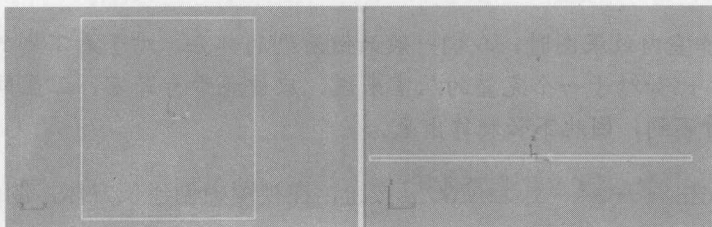

图 1-2 创建的“地面”造型及位置
(1) 选择“文件→重置”命令, 重新设置系统。
(2) 制作地面, 依次单击  →  → **长方体** 按钮, 在顶视图中创建一个长方体, 命名为“地面”, 如图 1-2 所示。